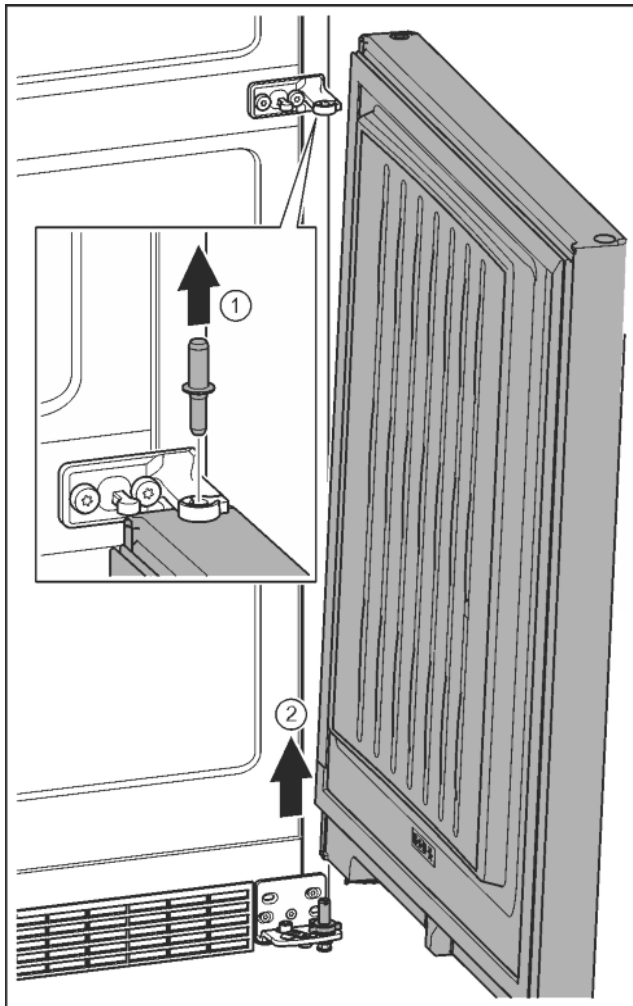

Fig. 11
- ▶ Čep vytáhněte nahoru. Fig. 11 (1)
- ▶ Dveře vysadte, vytáhněte nahoru a odložte stranou. Fig. 11 (2)